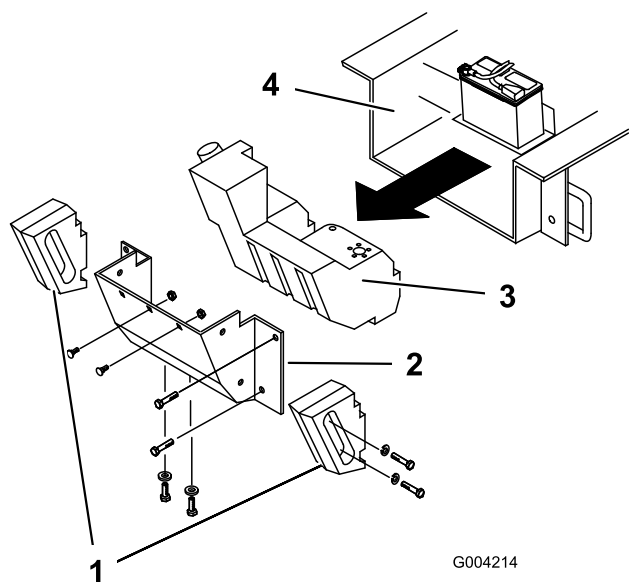

Figura 58
Con il passare del tempo, lo chassis al di sotto del motore raccoglie sporco e detriti che devono essere eliminati. A intervalli regolari, aprire il cofano e controllare l'area sottostante al motore con l'aiuto di una torcia. Quando i detriti formano uno strato di 2-5 cm, completate la seguente procedura (fate riferimento a Figura 58 per l'intera procedura):
4. Togliete le rondelle, i bulloni e le rondelle di bloccaggio che fissano i due pesi laterali e rimuoveteli (Figura 58).
7. Togliete i sei dadi e i bulloni che fissano il pannello posteriore e rimuovetelo (Figura 58).
9. Fate scivolare indietro il serbatoio carburante (Figura 58).
16. Fate scorrere parzialmente il serbatoio carburante nello chassis (Figura 58).
22. Sostituire il pannello posteriore e fissatelo con i sei bulloni e i dadi precedentemente rimossi (Figura 58).
24. Montate i pesi laterali con le rondelle, i bulloni e le rondelle di bloccaggio precedentemente rimossi (Figura 58).